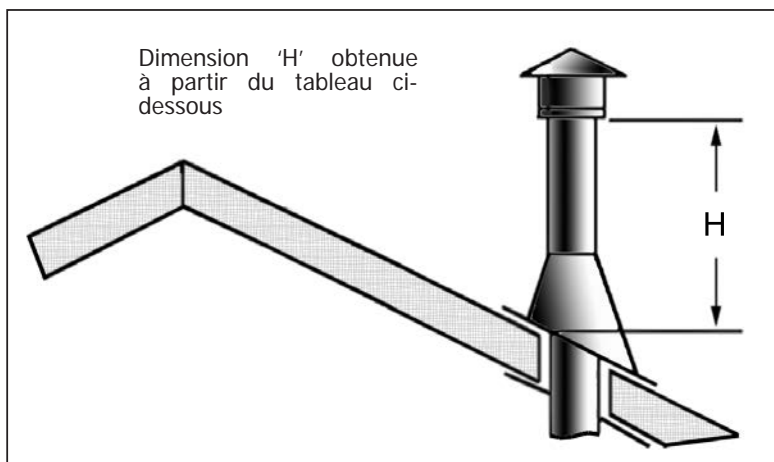

Figure 72: Hauteur de la Terminaison Verticale;
- Étape 4.** Mesurez la pente du toit. Sélectionnez le bon solin et le col tempête et déterminez la hauteur au-dessus du toit (voir Figure 72). Un matériau de tuyauterie non corrosif doit être utilisé pour toutes les longueurs de tuyau extérieur. Sceller les têtes de clous avec du silicone.